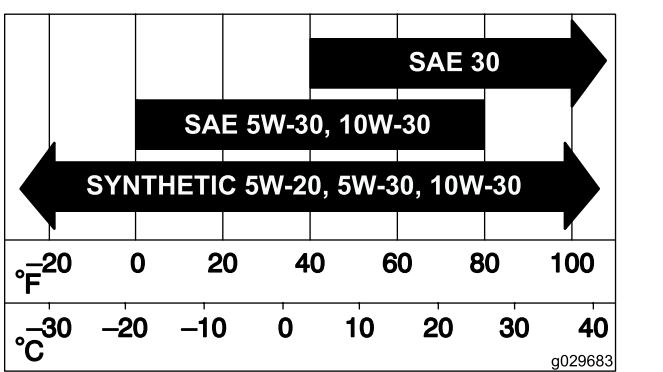

Bild 43
- Schieben Sie den Filter vorsichtig in das Luftfiltergehäuse hinein (Bild 43).
- Montieren Sie die Luftfilter Abdeckung und befestigen Sie diese mit den Laschen (Bild 43).